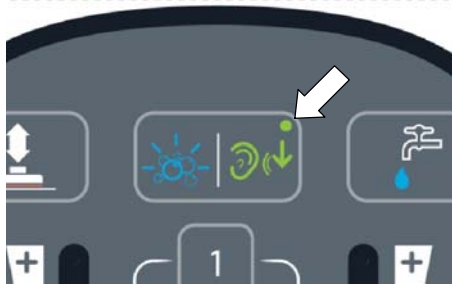

РИС. 42
5. Модели, оснащенные опцией тихого режима: нажмите на кнопку Тихий режим, чтобы снизить уровень шума от вакуумного мотора (Рисунок 42). Когда этот режим включен, в углу загорается зеленый светодиод. Для отключения нажмите на ту же кнопку.